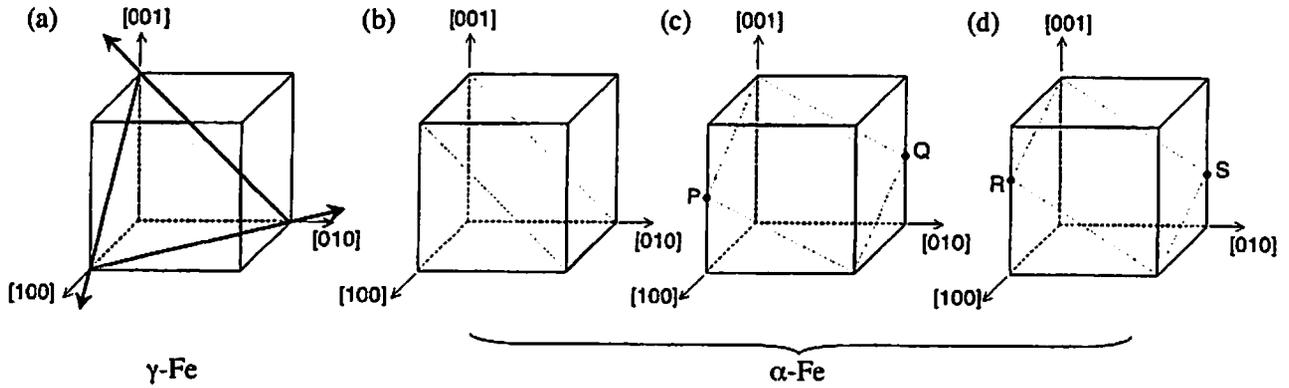

図 5-1  $\gamma$ -Fe のすべり系 (a) および  $\alpha$ -Fe のすべり面 (b), (c), (d)
問1. 金属の塑性変形はある特定の結晶面上の特定の方向でのすべりによって起こり、その面と方向の組合せをすべり系とよぶ。純鉄は  $A_3$  点を挟んで高温側では fcc 構造の  $\gamma$ -Fe、低温側では bcc 構造の  $\alpha$ -Fe となり、変形する際のすべり系は異なる。図 5-1 において(a)は  $\gamma$ -Fe のすべり面とすべり方向の一例をその単位胞に描いたものであり、同様に(b), (c), (d)は  $\alpha$ -Fe のすべり面の異なる 3 つの例を描いたものである。
- (1) 図 5-1(a) の灰色の面の面指数を記せ。また、その面上にある 3 つの矢印の方向の指数を解答用紙の図中に記せ。
- (2)  $\gamma$ -Fe のすべり系の数は全部でいくつあるかを記し、その算出の根拠を述べよ。
- (3) 図 5-1(b), (c), (d) の灰色の面の面指数を記せ。ただし、図(c)における P および Q 点は  $[001]$  方向の格子の中点、また、図(d)における R および S 点はそれぞれ  $[001]$  方向の格子の  $2/3$  および  $1/3$  の高さである。
- (4) 図 5-1(b), (c), (d) の面上にあるすべり方向を解答用紙の図中に記入し、その指数を記せ。
- (5) 図 5-1(b), (c), (d) に記したすべり系の組合せはそれぞれいくつあるかを記せ。
- (6)  $\alpha$ -Fe において上記(b), (c), (d) のすべり面ですべりが働く場合、すべり系は全部でいくつあるかを記せ。